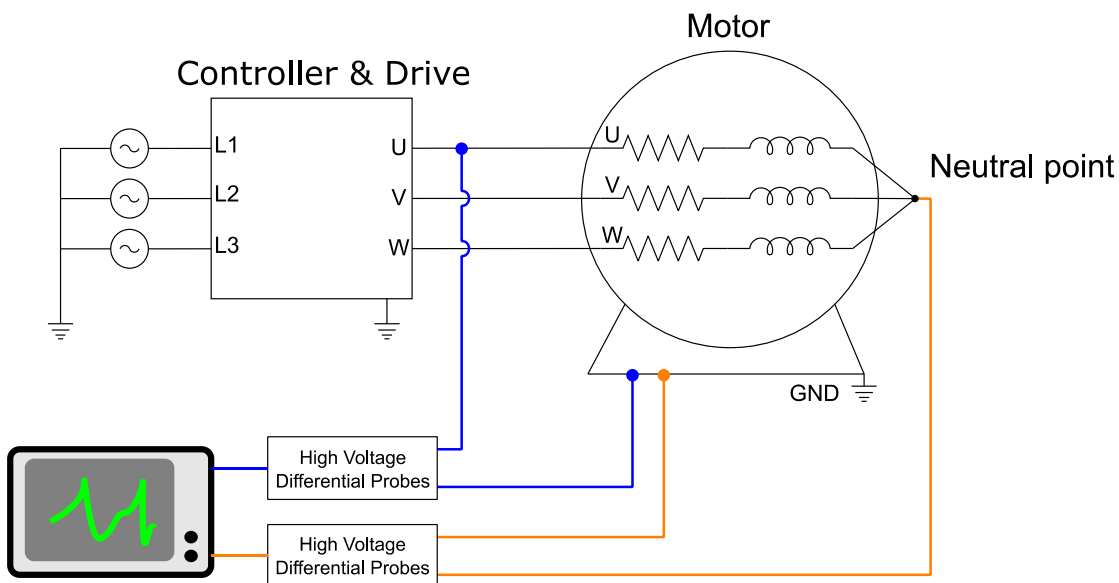

図 3.3.16 中性点測定の配線図
- (1) 電源を切断し、電源が再投入されないように保護します。
- (2) 配線図（図 3.3.16）に従って配線し、高電圧差動プローブを使用して次の2点に接続します：